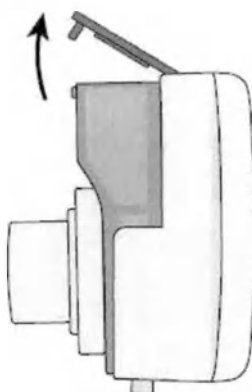

Рис. 5
2. Откройте крышку камеры ингаляционной, подняв защелку (Рис. 5). Залейте лекарственный раствор в отсек для лекарств.